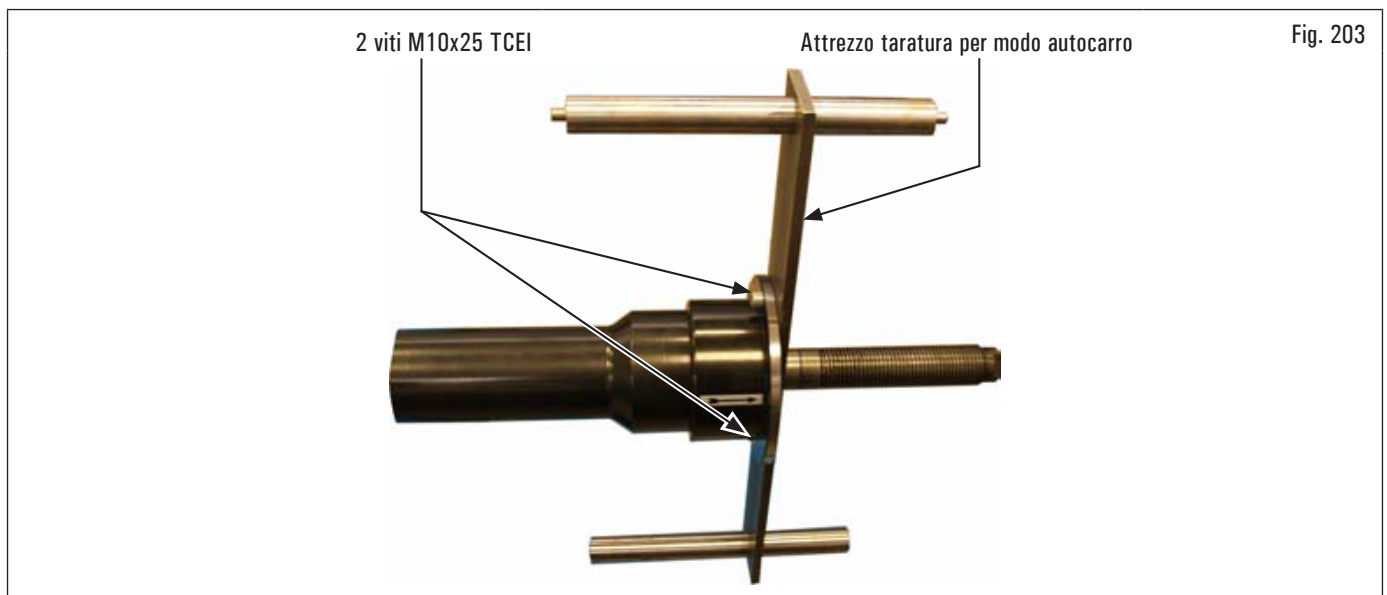

Fig. 203
1. Montare l'attrezzo di taratura sul mandrino e serrarlo con le due viti fornite in dotazione (vedi Fig. 203);